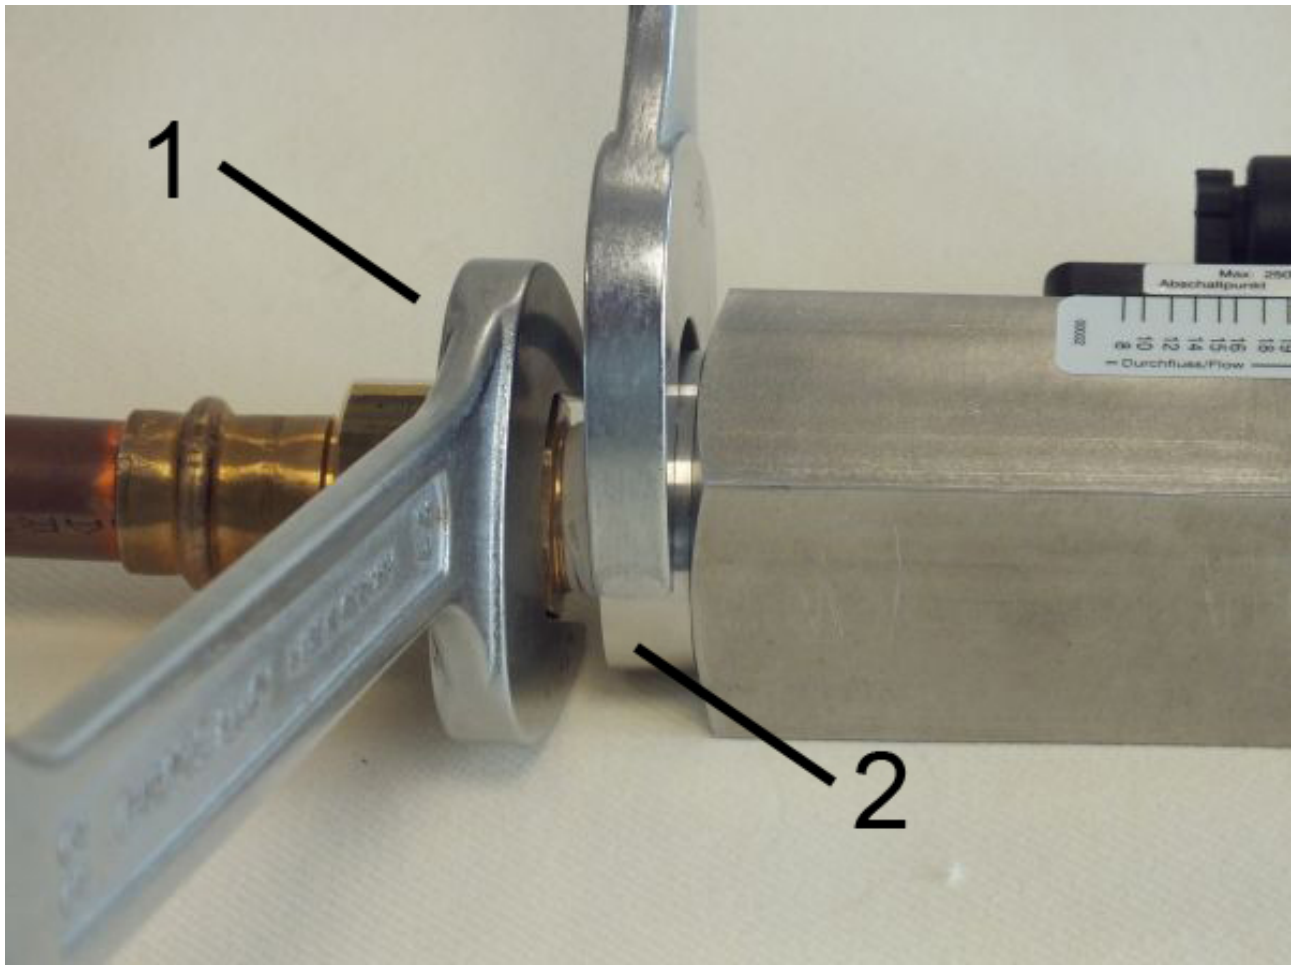

Abb. 13: Gerät einschrauben
3. ➤ Drehen Sie die Übergangverschraubung (Abb. 13/1) unter Gegenhalten der Verschraubung (Abb. 13/2) des Gerätes weiter ein, bis die Verbindung dicht ist